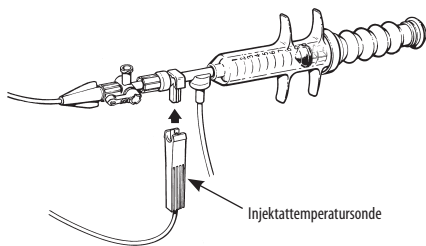

Abbildung 7: Temperatursondenanschluss
2. Die Injektattemperatursonde in das Durchfluss-/Rückschlagventil einführen und einrasten lassen (siehe Seite 12, Abb. 7). Das System arretieren, um Bewegungen in Bezug auf den Patienten auf ein Minimum zu reduzieren.